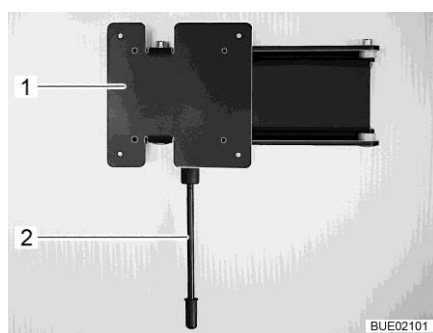

Fig. 107 Supporto a parete
- Posizionamento:** ■ Tirare verso il basso la leva di sbloccaggio (Fig. 107,1) e ruotare il supporto (Fig. 107,2) con lo schermo piatto nella posizione desiderata.